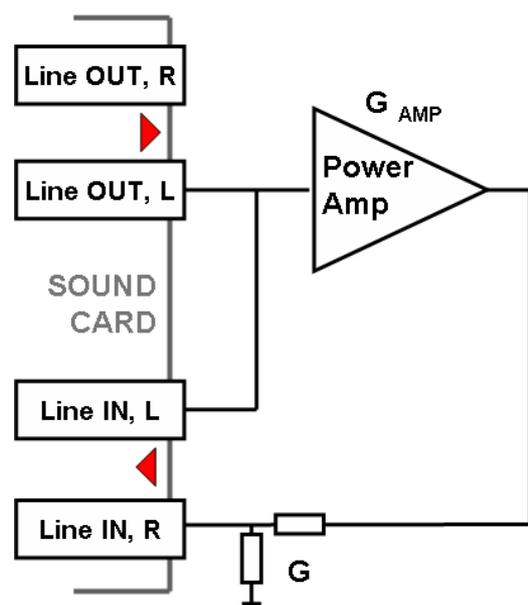

**Bild 3.6:** Menü 'Audio Devices Setup' für ARTA and STEPS
3. Geben Sie den Absolutwert des Spannungsteilers G als "Ext. right preamp gain" ein (siehe Bild 3.6).